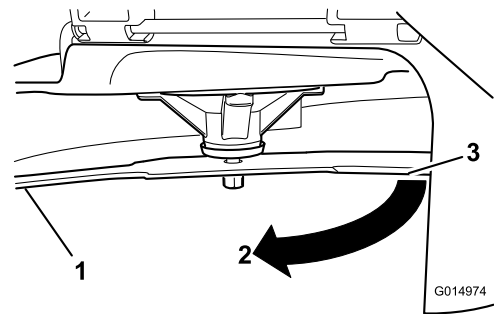

Figure 94
3. Mesurez la distance entre la lame et la surface (A)
4. Tournez la même lame de 180 degrés pour amener le tranchant opposé à la même position (Figure 94).